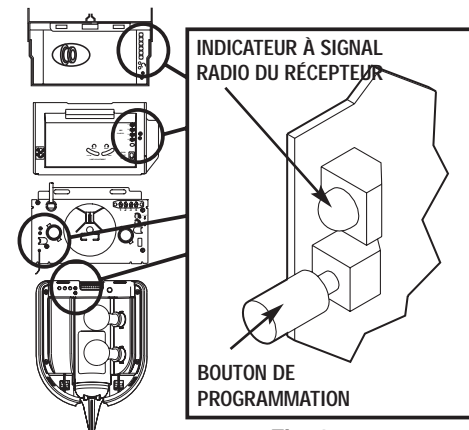

Fig. 1
- Étape 2-2** Appuyer et relâcher le bouton de programmation du code **Fig. 1**.